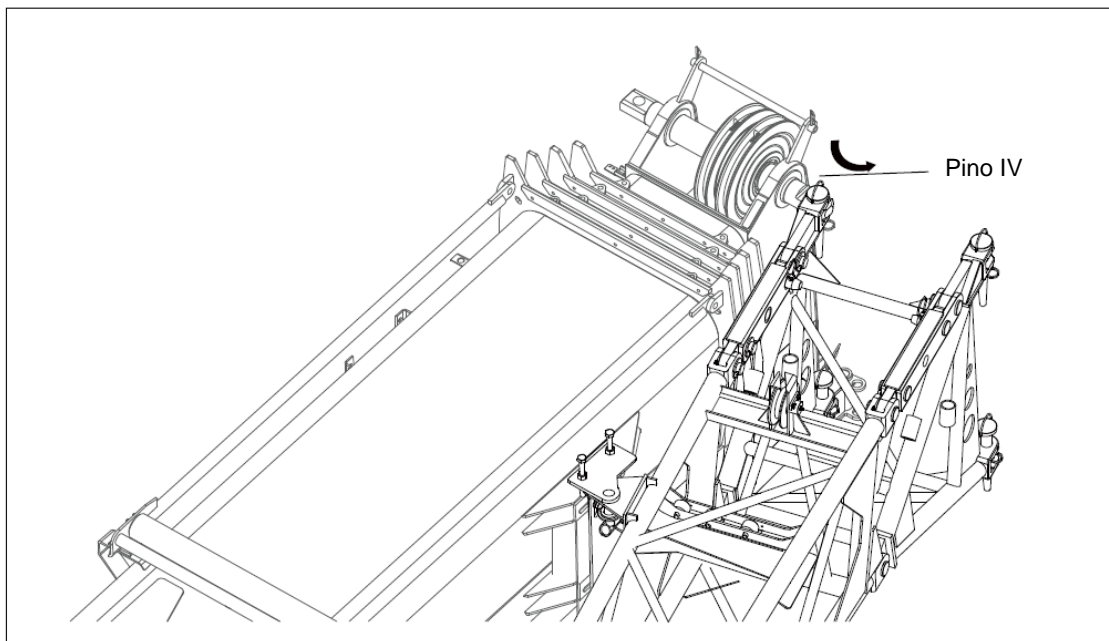

Figura 5-7 Movendo o braço para a frente da lança principal
- j) Mova o braço (faz o pivô sobre o pino IV) para a frente da lança principal. Consulte a figura 5-7.